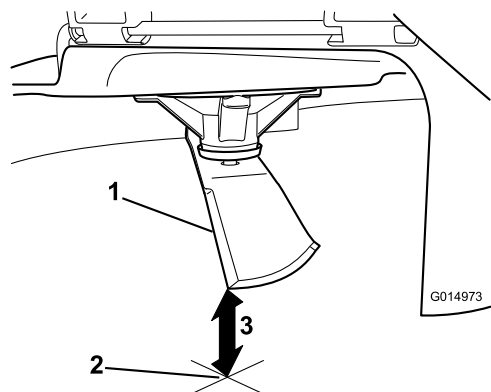

Figura 88
5. Mida desde la punta de la cuchilla hasta la superficie plana (Figura 88).